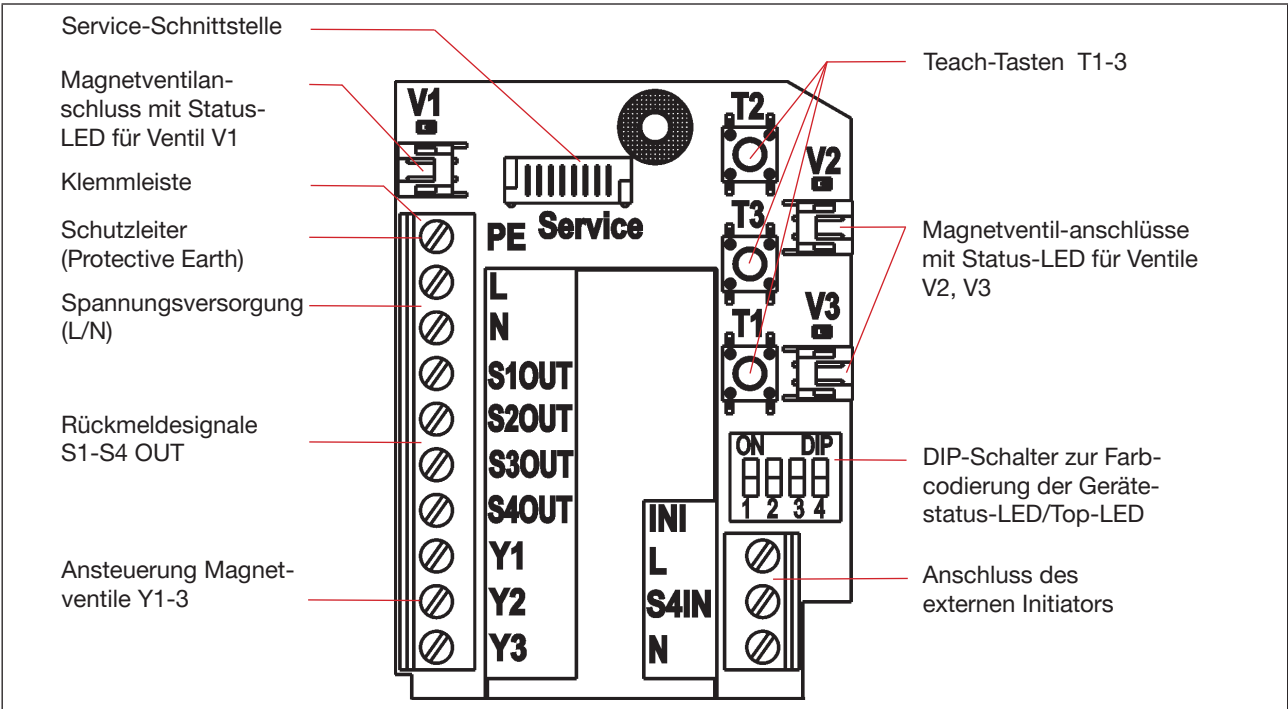

Bild 19: 120 V AC-Elektronikmodul
- Adern entsprechend der in „Bild 19: 120 V AC-Elektronikmodul“ beschriebenen Anschlussbelegungen an den Anschlussklemmen fixieren. Gegebenenfalls Kabel mit einem Kabelbinder fixieren.